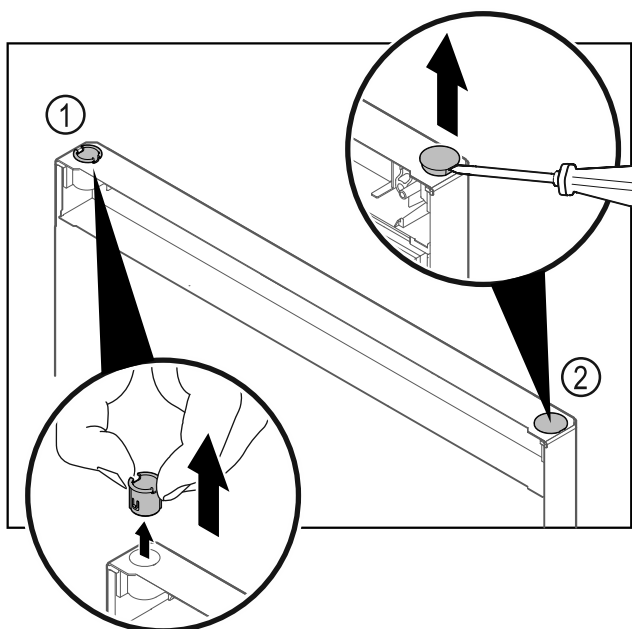

Fig. 29
- Dra ut gångjärnsbussningen Fig. 29 (1) med fingrarna.
- Lyft försiktigt upp täckpluggen Fig. 29 (2) med en spårskruvmejsel och dra ut den.